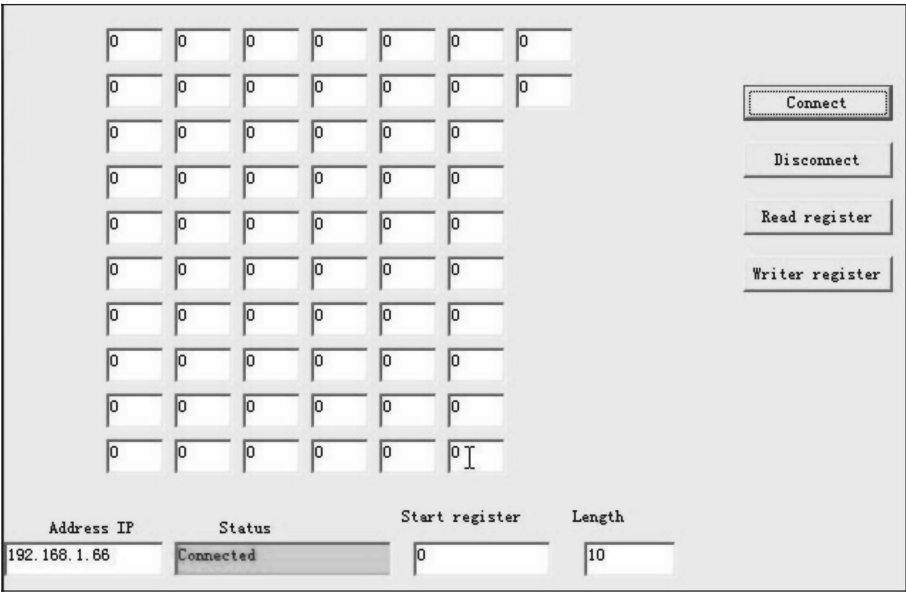

图 9-43 程序连接
4) 运行这个开发好的程序，然后点击“Connect”按钮，这时状态文本框出现“Connected”，表示连接成功，如图 9-43 所示。